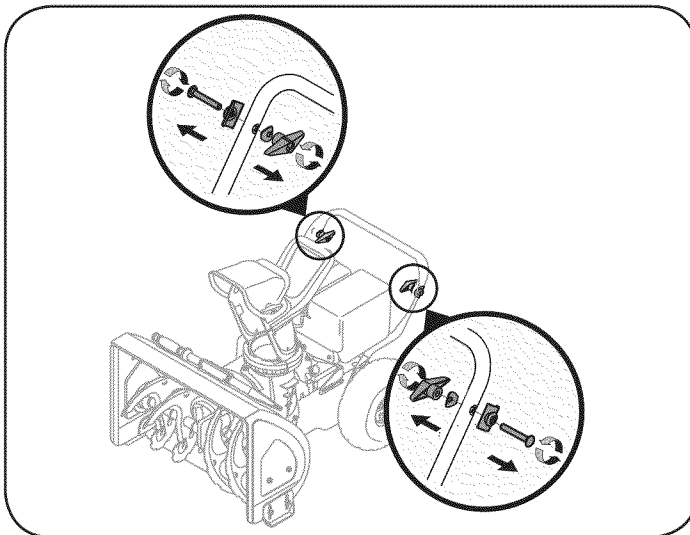

Figure 20
1. Afloje la perilla de aletas, la arandela cóncava, la lengüeta de la barra de control y el tornillo del carro que están a ambos lados de la barra de control inferior y retírelos. Vea la Figure 20.